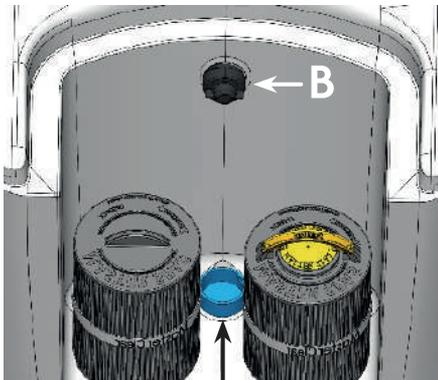

Abbildung 1
- Smart Cell-Basisanschluss (Abbildung 1, A) – Dieser Anschluss befindet sich am Boden des Filtergehäuses. Er dient zur Fixierung der Smart Cell-Basis und ermöglicht durch Auf- bzw. Abschrauben eine einfache Installation, Entnahme oder einen Austausch.
- Smart Cell-Wandanschluss (Abbildung 1, B) – Dieser elektrische Anschluss befindet sich an der Oberseite des Filtergehäuses. Auch er lässt sich durch Auf- bzw. Abschrauben öffnen oder schließen, um den Smart Cell-Generator zu installieren, zu entfernen oder auszutauschen. Wurde der Whirlpool ab Werk nicht mit der Master Clear Salt-System-Option ausgestattet, ist im Wandanschluss bereits ein ca. 46 cm langer Kabelsatz integriert. Dieser befindet sich im Technikfach und ermöglicht die einfache Nachrüstung mit dem Master Clear Salt-System Aktivierungs-Kit (Ready-Konfiguration).